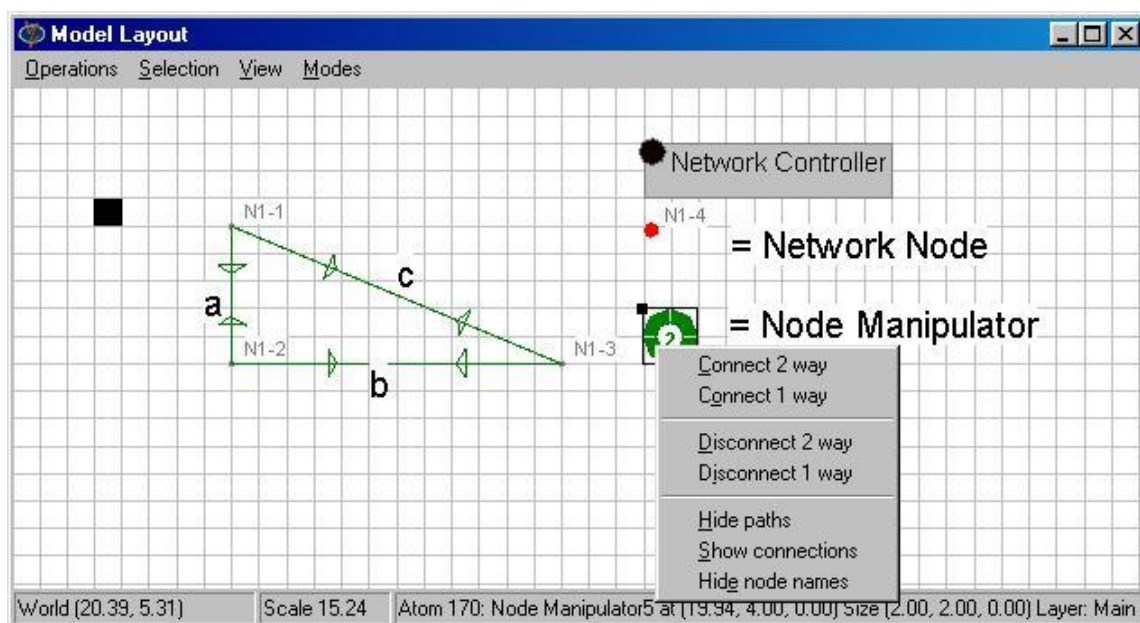

图 9-3 坐标系，距离及几个网络原子
图9-3中，除了一些其它原子，我们可以看到网格——在原子后面总是可见，我们随后将会处理。网格的作用相当于坐标系，每个方格大小为1*1m。左上角的黑色方格相当于坐标（0，0），这就是说Enterprise Dynamics把东北角作为一个原子的位置的参考点。通过在Enterprise Dynamics中移动光标来感受一下这个坐标系统！
在图9-3中，我们看到在一个三角形中有三个点，N1-1，N1-2 和N1-3。
- a. 将一系列**Network Nodes（网络节点）**及一个**Node Manipulator（节点操控器）**拖入模型分布中。这两个原子都能在Transport目录下找到，并在图9-3中显示。
用粗体显示的名称是新出现的原子，都能在Transport目录下找到。Network Node（网络节点）就不需要再解释了。图9-3显示了Node Manipulator（节点操控器）的所有选项。若要删除连接，可重复步骤2；但是通过Disconnect（断开连接）选项。